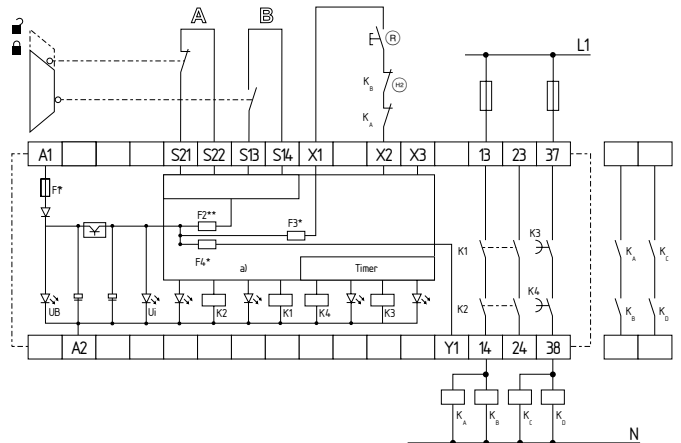

Fig. 8
Control mediante dos canales, mostrado a través del ejemplo de la monitorización de un resguardo de seguridad con dos contactos A y B, por lo menos uno de ellos como contacto de apertura forzada con pulsador de rearme externo (R) (véase fig. 8).